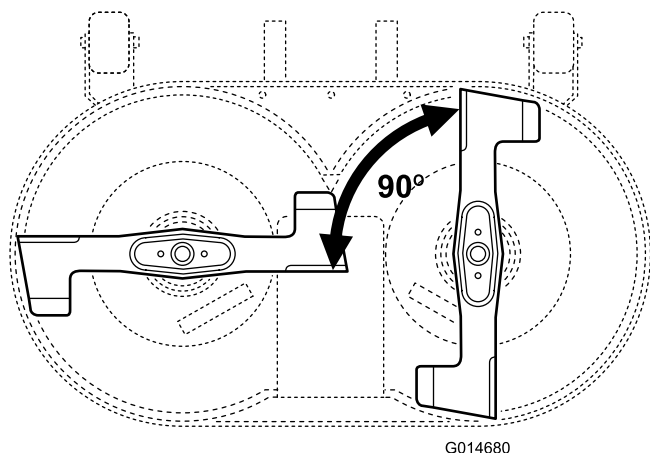

Figura 42
2. Posizionate le lame a 90° l'una dall'altra (Figura 42).